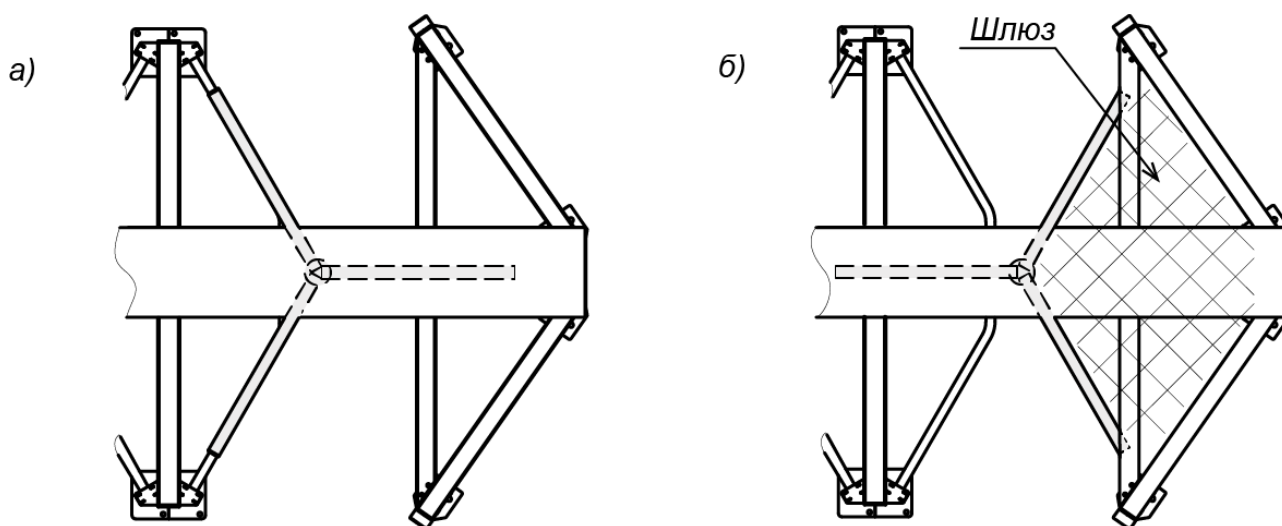

**Рисунок 22. Исходное положение створок ИУ турникета (вид сверху):
- Сориентируйте секцию ротора турникета согласно выбранному режиму прохода через турникет (см. разд. 8.5, рис. 22) и с учетом совпадения граней верхнего вала ротора с гранями вала привода.
- **Стандартный** (см. рис. 22а). В исходном состоянии зону прохода перекрывает одна створка. Стандартный режим прохода через ИУ турникета рекомендуется использовать в тех случаях, когда нет особо жестких требований к контролю на пропускном пункте.
- **Шлюзовой¹** (см. рис. 22б). В исходном состоянии зону прохода перекрывают две створки, образуя шлюз – часть зоны прохода через ИУ турникета, ограниченную секциями (б) формователя прохода и двумя створками. Наличие шлюза дает возможность организации усиленного контроля доступа на объект. Шлюзовой режим прохода особенно эффективен для управления проходом людей на пропускных пунктах режимных предприятий, специальных учреждений и других объектов с особыми требованиями к контролю доступа.
3. Разверните ротор на 180° (рис. 22).